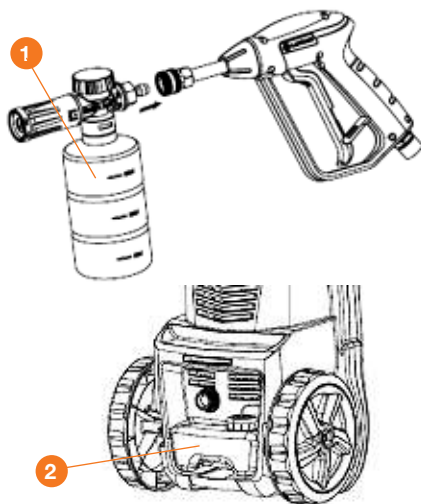

Рис. 20
- Наполните подготовленным моющим средством пеногенератор **1** из комплекта поставки и присоедините его к пистолету (Рис. 20). Регулировку ширины факела распыляемого моющего средства производите поворотом корпуса форсунки. Регулировку состава моющего средства производите поворотом верхней рукоятки.
Разведите моющий концентрат согласно инструкции к нему и залейте в резервуар **2** (Рис. 20). Используйте только разведенный концентрат моющего средства, так как густой концентрат может закупорить патрубки подачи моющих средств, что не является гарантийным случаем.